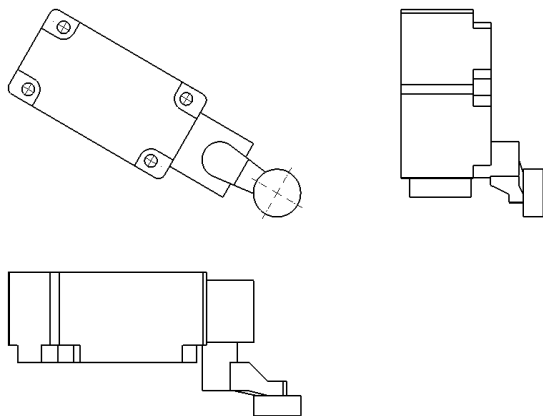

图 12-7 打开工程图文件
(1) 单击常用工具栏中的【打开】按钮，打开一幅工程图文件，如图 12-7 所示。